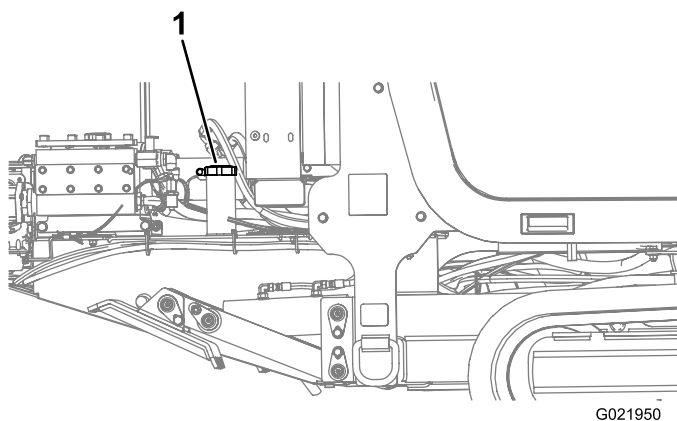

Figure 69
4. Retirez le bouchon du réservoir de carburant (Figure 69).